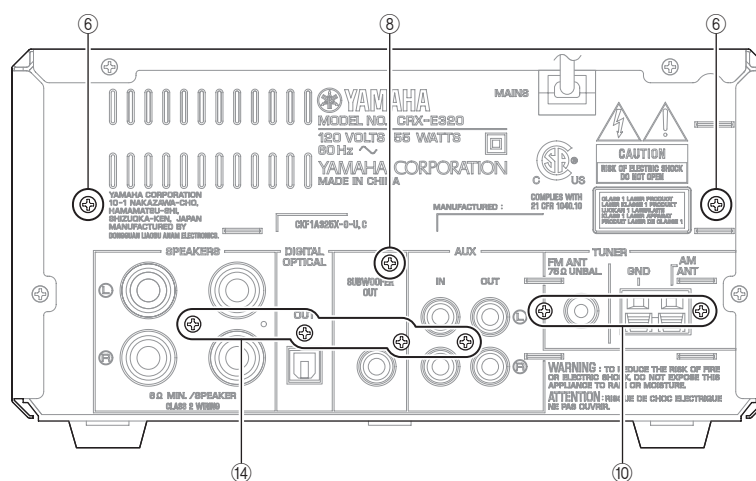

Fig. 4
- Remove 2 screws (⑥). (Fig. 4)
- Remove screw (⑧). (Fig. 4)
- Remove 2 screws (⑩). (Fig. 4)
- Remove 4 screws (⑭). (Fig. 4)
- ⑥のネジ2本を外します。(Fig. 4)
- ⑧のネジ1本を外します。(Fig. 4)
- ⑩のネジ2本を外します。(Fig. 4)
- ⑭のネジ4本を外します。(Fig. 4)